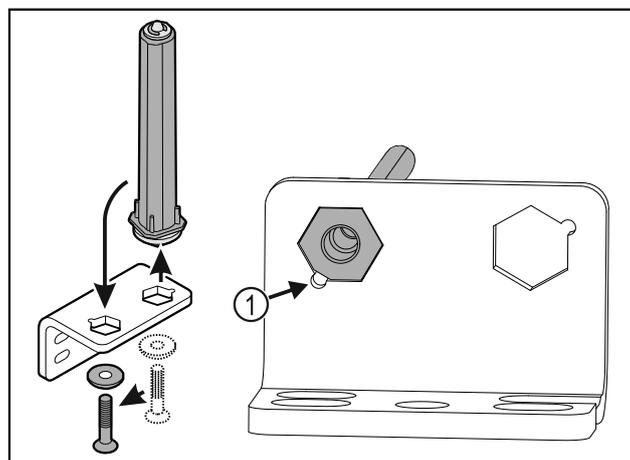

Fig. 26
- Lors de l'insertion de l'axe, veiller à ce que son chanfrein Fig. 26 (1) soit du côté du trou rond.